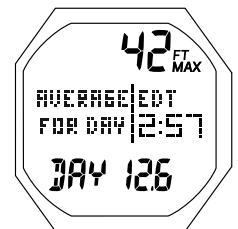

Fig. 126 - ÉCRAN DE DONNÉES DAY HISTORY N°4
**ÉCRAN DE DONNÉES DAY HISTORY N°4** : paramètres affichés (Fig. 126)